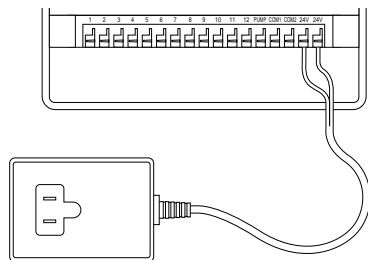

FIGURA 17: Conexión del encendido de la bomba, de la válvula principal y del transformador
- Puede resultar necesario abrir el terminal para poder introducir o retirar los hilos. Para ello, eleve la pestaña situada en la parte superior del terminal [Vea la Figura 17].